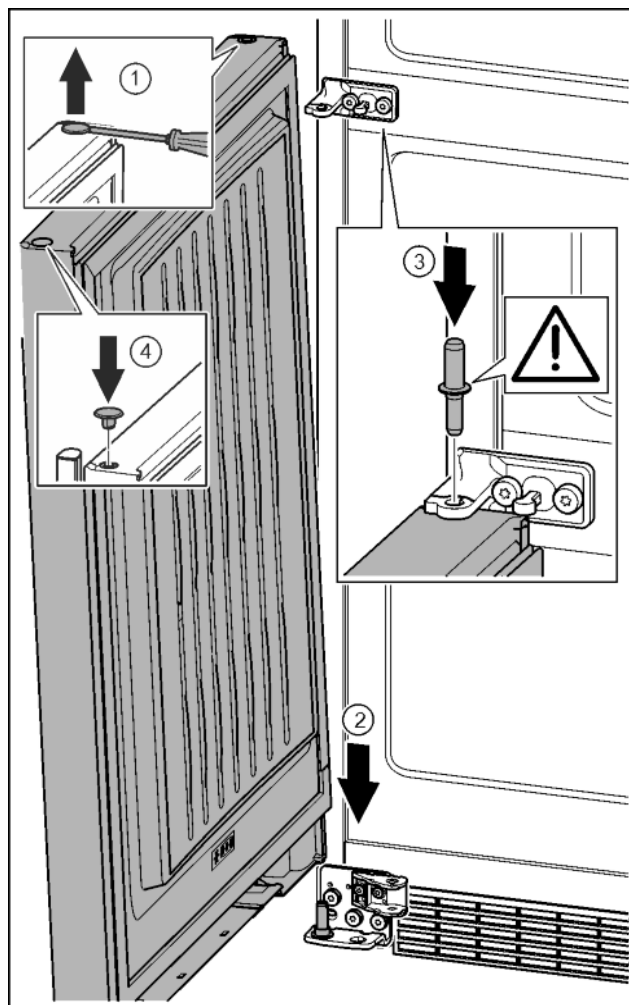

Fig. 35
- ▶ A dugót egy csavarhúzóval óvatosan emelje meg és húzza ki. *Fig. 35 (1)*
- ▶ Az ajtót felülről helyezze az alsó csapszegre. *Fig. 35 (2)*
- ▶ Helyezze be az alsó ajtóba a középső csapszeget a középső csapágybakon keresztül. Ügyeljen közben arra, hogy a bekattanó bütyök hátrafelé mutasson. *Fig. 35 (3)*
- ▶ A dugót helyezze be a másik ajtóoldalon. *Fig. 35 (4)*